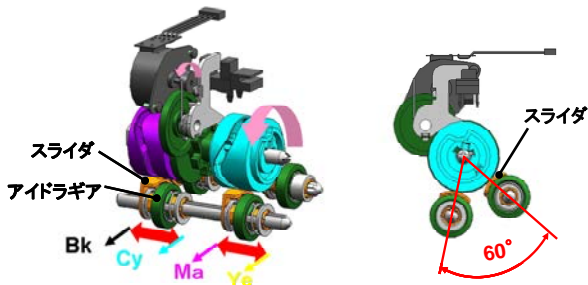

Fig. 8 Configuration of the switching cam and the slider.
- 1つのスライダで2つの切替先を選択(BkとCy, MaとYeは同じスライダで切替)(Fig. 8左側)
- 1つの切替カムに2つのスライダを持つ(スライダ配置角度は60°:カム回転角度と同じ)(Fig. 8右側)